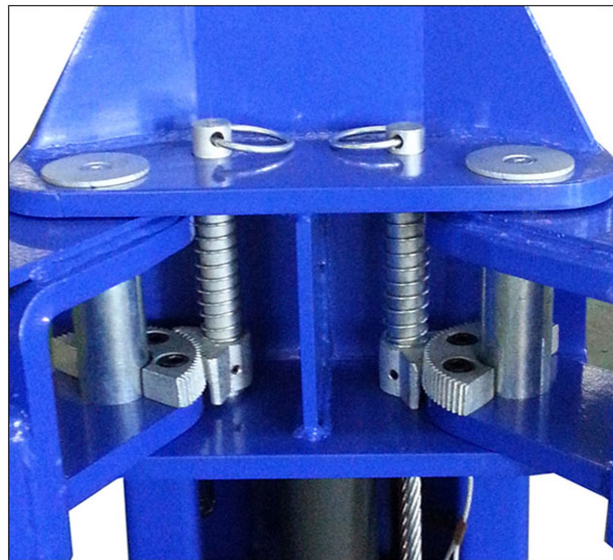

Fig. 35
- ♦ Tryck på upp-knappen, höj vagnarna till en höjd av ca 70 cm från marken, tryck sedan på låsknappen, **STÄLL IN HUVUDSTRÖMBRYTAREN (IG) I LÄGET 0 OCH STÄNG AV STRÖMFÖRSÖRJNINGEN TILL LYFTEN.**
- ♦ Montera armarna på vagnens stöd. Sätt sedan in låssprintarna i hålen, som visas i *fig. 35*. Observera att ingången för båda armarna är densamma som ingången för fordonet.